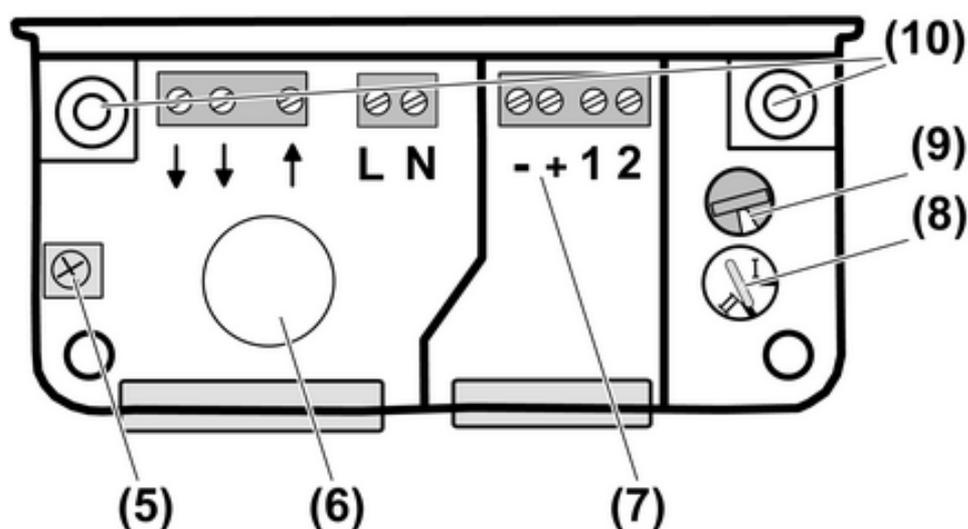

Figure 3: Zone de raccordement de l'interface du capteur de vent
- Retirer le couvercle de l'interface du capteur de vent en desserrant les deux vis (3).
- En cas de passage de câbles sur la face arrière, faire passer le joint en caoutchouc (6) à travers et insérer le câble (figure 3).
- Régler l'interrupteur rotatif (8) en position II, réglage d'usine (figure 3).